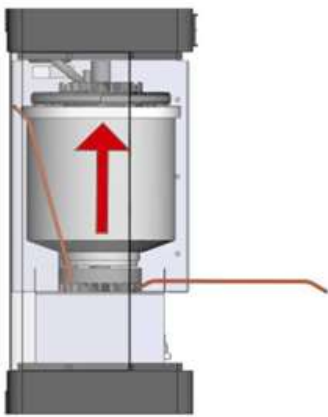
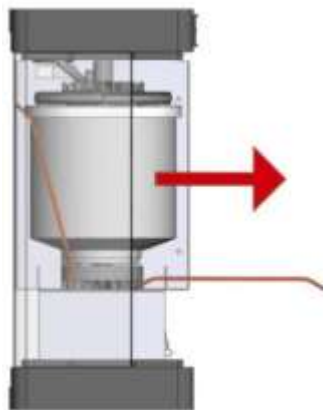

Fig. 31
Fig. 32
5. Extraiga el cilindro de la brida inferior extrayéndolo hacia arriba (fig. 31) y extráigalo del humidificador (fig. 32 e 33).